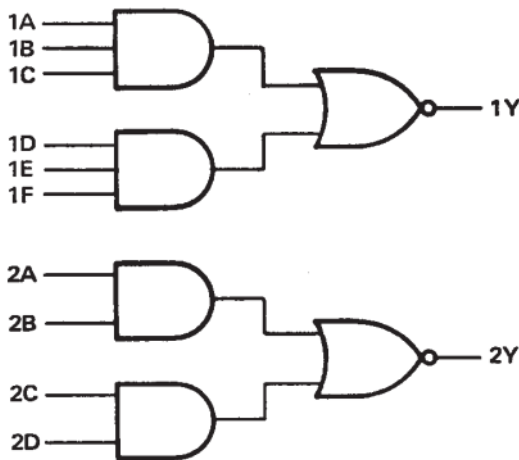

Figura 8. Circuito lógico implementado pelo CI SN74LS51 utilizado no exercício 4 (Diagrama obtido do datasheet).
a) O circuito da Figura 8 foi implementado utilizando 10 entradas de 1 bit e duas saída de 1 bit. O comportamento desse circuito é expresso em VHDL por: